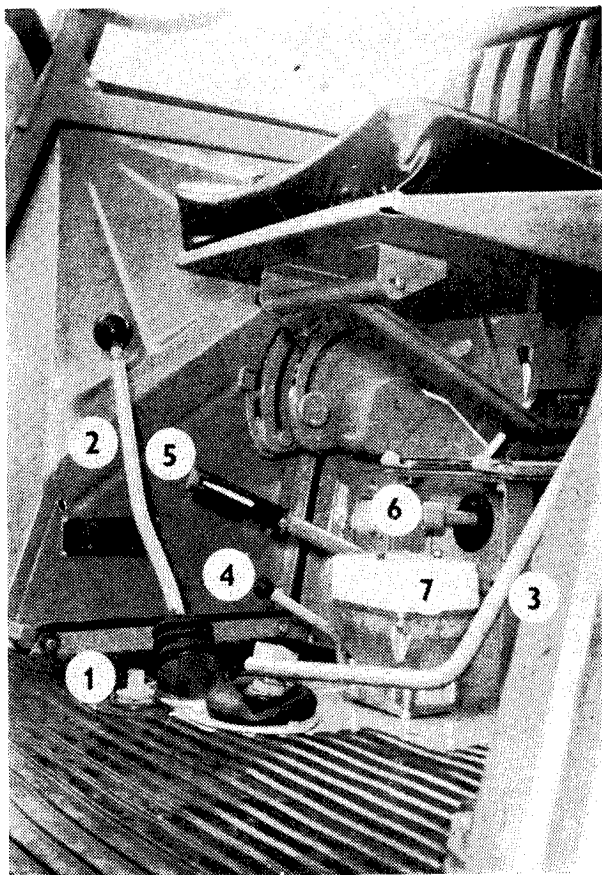

Fig. 11
17. Trou de remplissage de l'huile dans la boîte de vitesses et dans la boîte de différentiel (fig. 11/1). Le bouchon sert simultanément comme jauge du niveau de l'huile.
6. Levier de changement des vitesses 1e, 2e, 3e et 4e (fig. 11/2).
7. Levier de commande des vitesses normales, réduites et marche arrière (fig. 11/3).
8. Levier de commande des tours indépendants ou dépendants de l'arbre de prise de force (fig. 11/4).
9. Levier de frein à main (fig. 11/5).
16. Soupape d'étranglement (fig. 11/6) qui commande la vitesse de l'abaissement de l'attelage trois points.
- 3. Soupape d'étranglement (fig. 11/6) sert à régulation de la vitesse de descente de l'outillage de telle façon qu'elle étrangle le passage de l'huile du cylindre intérieur du mécanisme de relevage dans l'écoulement. En tournant la poignée dans le sens des aiguilles d'une montre le passage se diminue jusqu'à sa fermeture totale.